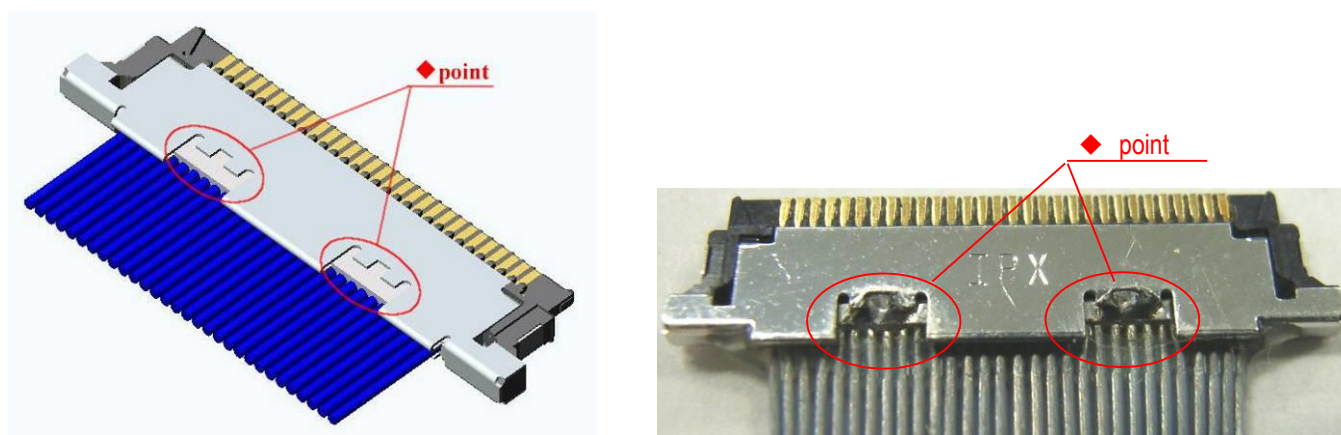

Fig.6 Soldering of SHELL A and GND BAR (Micro-coaxial cable only)
③SHELL A と GND BAR を半田コテにて半田付けする。Micro-coaxial cable のみ。(Fig.6 ◆部)